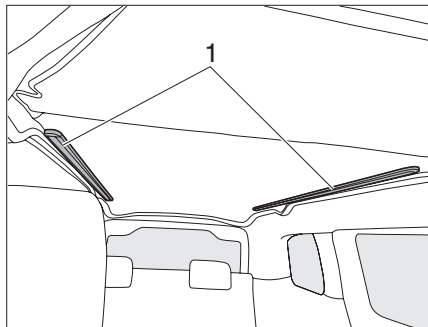
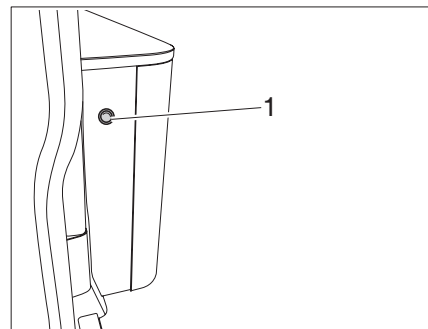
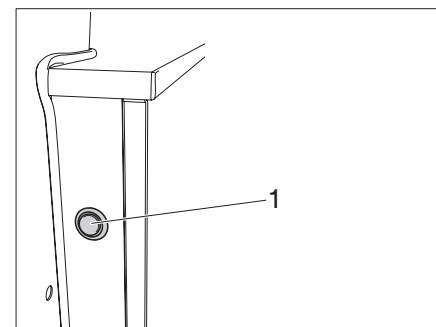
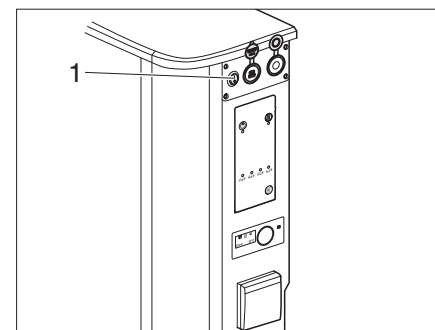

Fig. 27 Rampes lumineuses à LED sous les zones de couchage
Fig. 28 Bouton à l'entrée
Fig. 29 Bouton à l'arrière
Fig. 30 Bouton sur la barrette de raccordement à gauche
Sous la zone de couchage se trouvent deux rampes lumineuses à LED à gauche et à droite (Fig. 27,1).
► Allumer/éteindre les deux rampes lumineuses à LED (Fig. 27,1) au niveau du bouton à l'entrée (Fig. 28,1), du bouton à l'arrière (Fig. 29,1) ou du bouton (Fig. 30,1) sur la barrette de raccordement.
La luminosité des rampes lumineuses à LED peut être réduite à l'aide des boutons (Fig. 28,1 ; Fig. 29,1 ou Fig. 30,1).